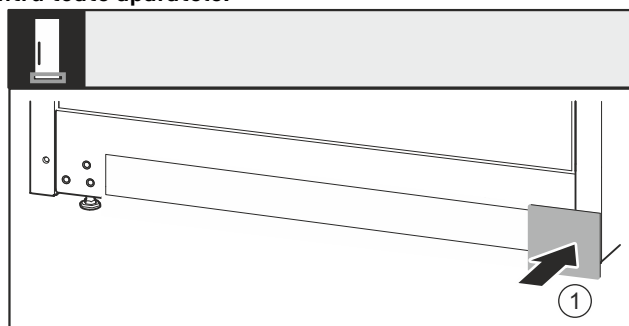

Fig. 39
- Așezați capacul Fig. 39 (1) din nou pe cealaltă parte.